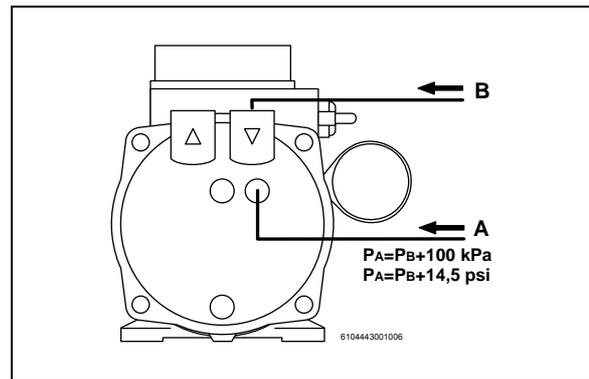
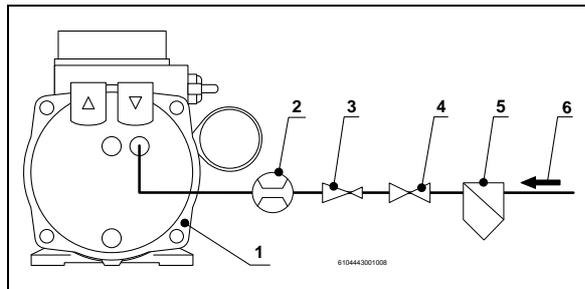
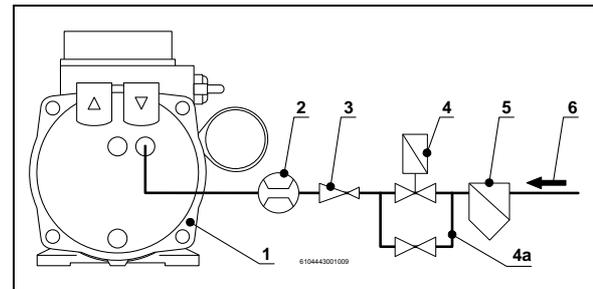
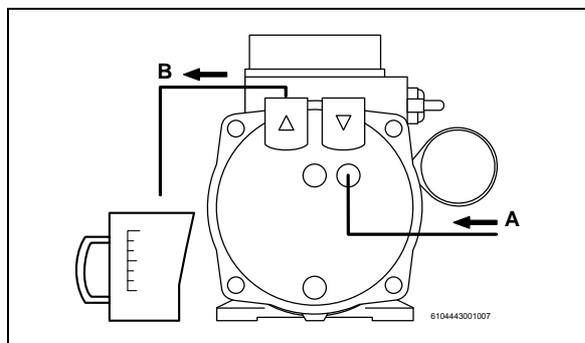

fig. 5: Regolazione del flusso del liquido di esercizio: regolare la pressione d'ingresso
fig. 6: Funzionamento con alimentazione del liquido di servizio: funzionamento a controllo non automatico
fig. 7: Funzionamento con alimentazione del liquido di servizio: funzionamento a controllo automatico
fig. 8: Regolazione del flusso del liquido di esercizio: regolare il volume con il misurino
valvola di chiusura (fig. 6, pag. 19, pos. 4).
valvola di chiusura nella tubazione by-pass (fig. 7, pag. 19, pos. 4a).
Vedi fig. 5, a pag. 18, e fig. 8, a pag. 19, e fig. 6, a pag. 19, e fig. 7, a pag. 19.
1) Regolare la pressione d'ingresso del liquido di servizio (fig. 5, S. 18):
Nel caso di funzionamento a controllo non automatico (fig. 6, pag. 19):
Nel caso di funzionamento a controllo automatico (fig. 7, pag. 19):
- La valvola elettromagnetica (pos. 4) si apre, e viene alimentato il liquido di servizio.
- per mezzo del flussometro (fig. 6, pag. 19, e fig. 7, pag. 19, pos. 2)
- misurando il flusso volumetrico del liquido di servizio scaricato dal tronchetto di mandata per unità temporale con un misurino (fig. 8, pag. 19)
- Tramite la valvola di registro (fig. 6, pag. 19, e fig. 7, pag. 19, pos. 3)
Nel caso di funzionamento a comando automatico (fig. 7, pag. 19):